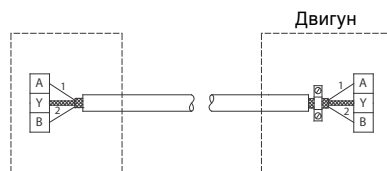

Рис. 11 Підключення 2-жильного екранованого кабелю
- Якщо в існуючій установці використовується 2-жильний екранований кабель, підключення повинно бути виконано так, як показано на рис. 11.